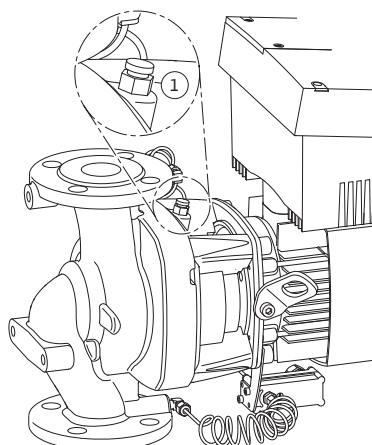

Fig. 48: Ontluichtingsventiel
6. Pomp door het openen van het ontluichtingsventiel (Fig. 48, pos. 1) drukloos maken.